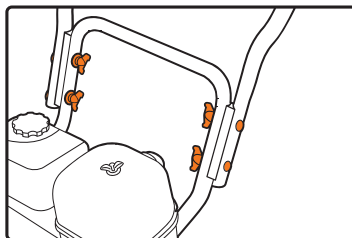

Рис. 4
- Совместите верхнюю часть рукоятки панели оператора с нижней частью и закрепите этими болтами с каждой стороны (рис. 4)